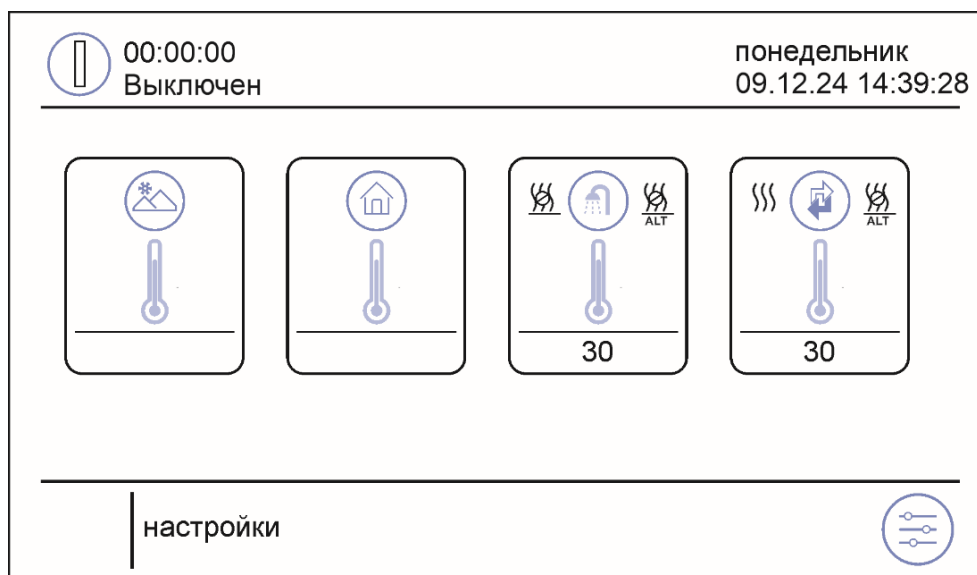

Рисунок 2. Иконки температур
При включении ТН в сеть, на сенсорном экране блока управления отображается экран с четырьмя иконками температур (рис.2) – подробная информация по иконкам температур приведена в п.8.5. При нажатии на значок “” в правом нижнем углу выполняется переход в окно настроек работы ТН (рис.3).
8.5 После выполнения действий п.8.1, 8.2, 8.3, 8.4 на экране (см. рис.2) будет подсвечиваться иконка в соответствии с выбранным способом управления.